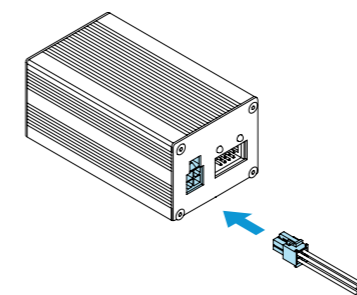

Рисунок 7.
- Подключить блок питания (8) к сети 230/110 В кабелем (6)
- Подключить блок питания (8) к интерфейсному блоку (7)
- Подключить кабель для работы с сервоприводом (4) к интерфейсному блоку (рисунок 7)